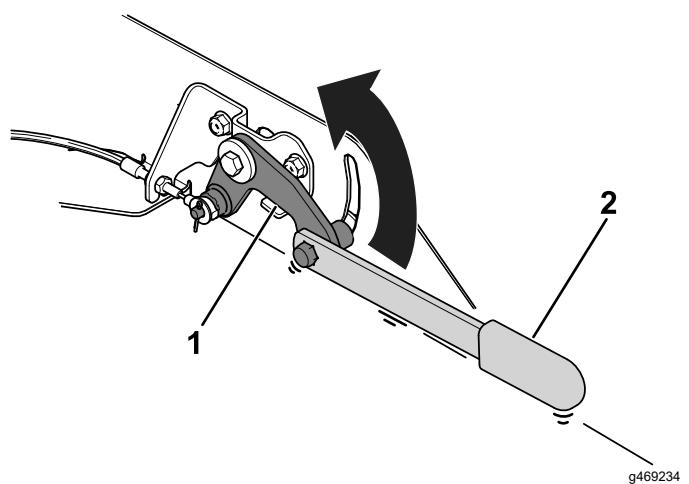

Bild 39
- C. Setzen Sie den Hebel auf die Bremslösevorrichtung, bewegen Sie den Hebel bis zum Anschlag im Langloch nach oben, um die Feststellbremse zu lösen (Bild 39), und ziehen Sie die Mutter an, damit die Feststellbremse gelöst bleibt, während Sie die Maschine abschleppen.